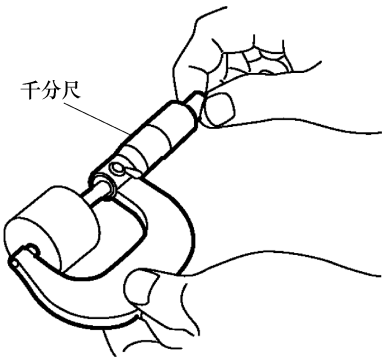

图 3-25 用千分尺测量气门挺柱
4) 如图 3-25 所示使用千分尺测量拆下的气门挺柱的中间厚度。